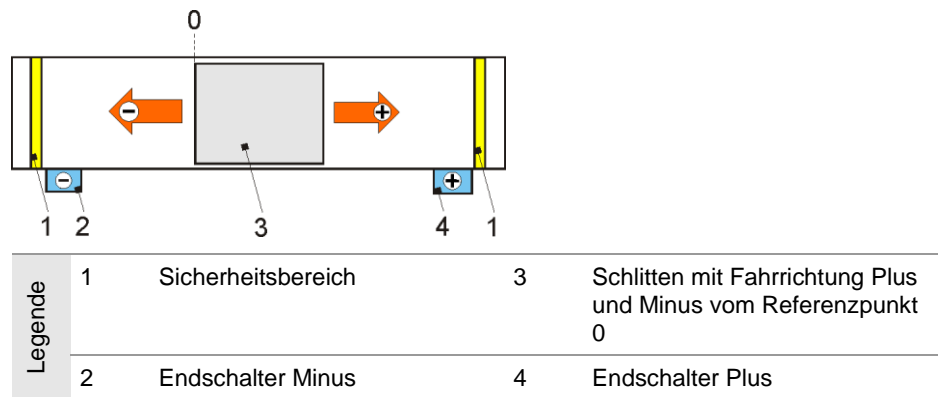

Bild 6: Beispiel Verfahrriichtung und Endschalter-Beschaltung
2. Die Drehrichtung des Motors prüfen. Sie muss die Sicherheits-Endschalter berücksichtigen (Bild 6). Ggf. die Drehrichtung des Motors ändern.